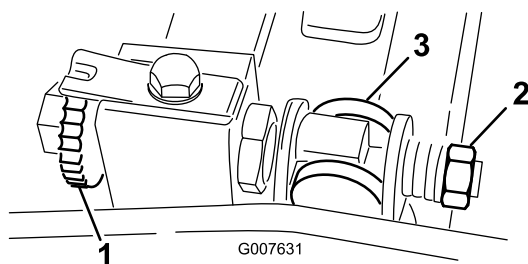

Figura 55
1. Gire el tornillo de ajuste de la barra de asiento, en sentido antihorario, para alejar la contracuchilla del molinete (Figura 55).
2. Afloje la tuerca de tensado del muelle hasta que el muelle deje de presionar la arandela contra la barra de asiento (Figura 55).